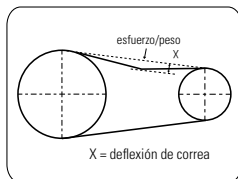

FIGURA 8.4
- Inspeccione las correas de transmisión y el motor eléctrico.Para verificarla retire el protector de correa. Tras la inspección, coloque el protector fijando los tornillos (Figura 8.4 e 8.5). Cuando sea necesario reemplace las correas.